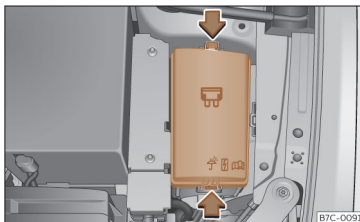

Fig. 190 Dans le compartiment moteur : cache du boîtier de fusibles.
- Appuyez sur les languettes de verrouillage pour déverrouiller le cache du boîtier à fusibles >>> **fig. 190**.